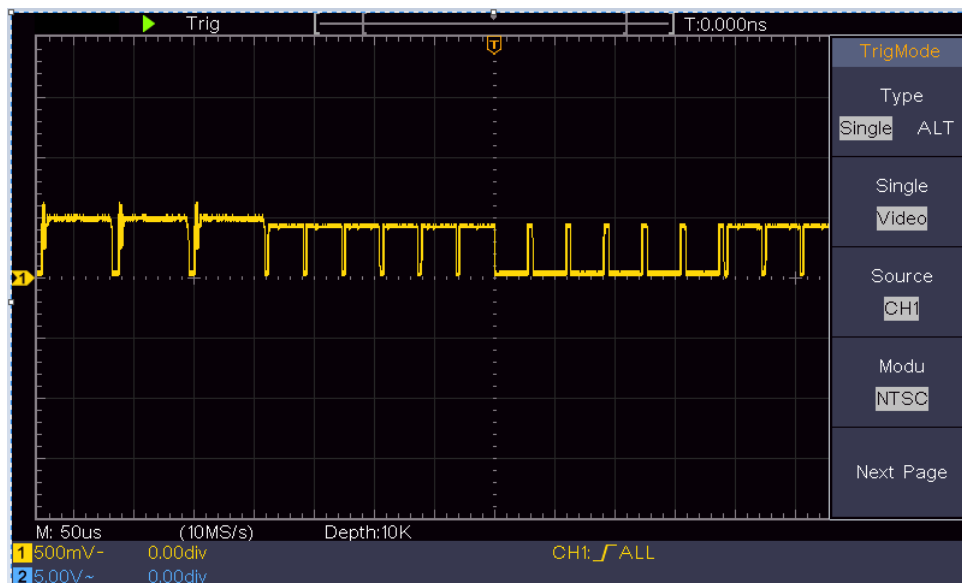

Figura 6-7 Forma de onda capturada desde el disparador de campo de vídeo
- (1) Pulse el botón de **menú de disparo** para mostrar el menú correcto.
- (2) En el menú de la derecha, seleccione **Tipo** como **único**.
- (3) En el menú de la derecha, seleccione **Individual** como **vídeo**.
- (4) En el menú de la derecha, seleccione **Fuente** como **CH1**.
- (5) En el menú de la derecha, seleccione **Modu** como **NTSC**.
- (6) En el menú de la derecha, pulse **Página siguiente**, seleccione **Sincronizar** como **campo**.
- (7) Gire los mandos de **Escala Vertical**, **Posición Vertical** y **Escala Horizontal** para obtener una visualización adecuada de la forma de onda (ver *Figura 6-7*).